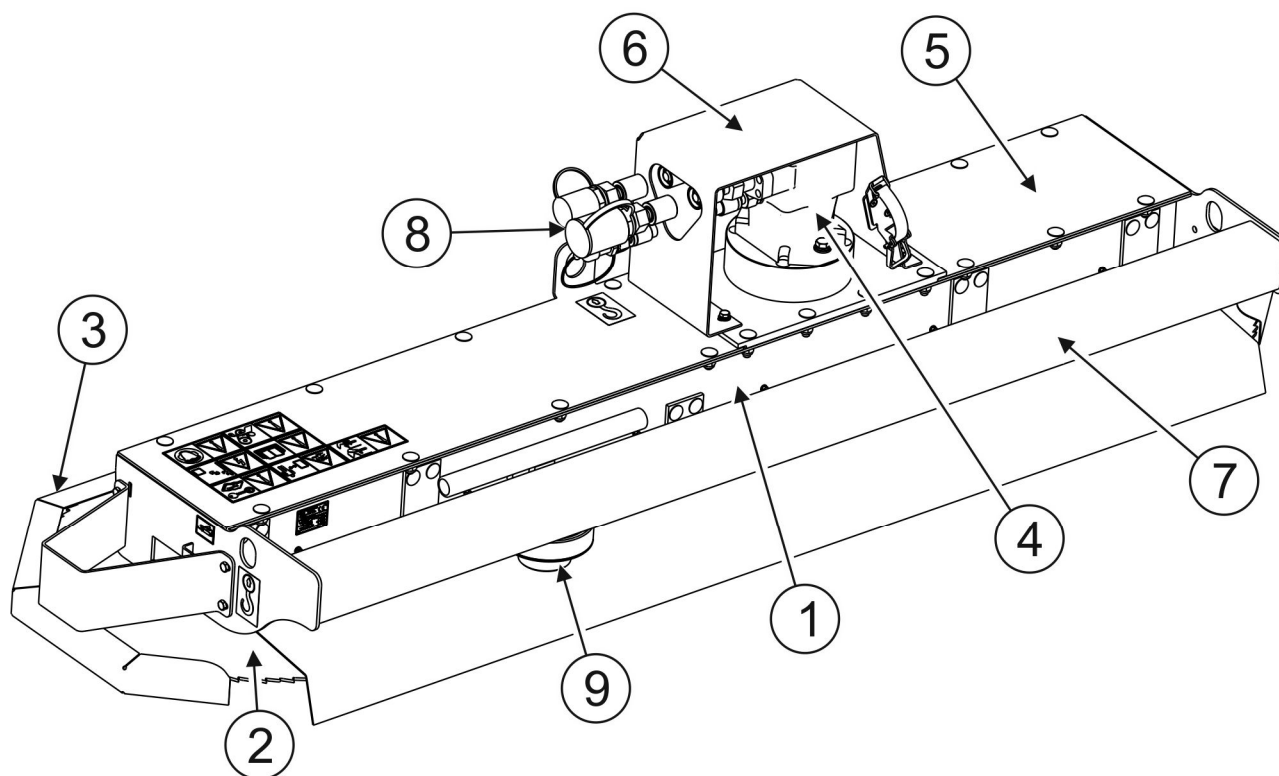

РИСУНОК 3.2 Загальна конструкція
(1)- корпус пилки для обрізання гілок; (2)- пилковий диск; (3)- транспортний кожух; (4)- гідромотор; (5)- кришка; (6)- кожух гідромотора; (7)- опорна балка; (8)- гідропроводи; (9) - набір спеціальних гайкових ключів.
Пила для обрізання гілок складається з корпусу (1) (РИСУНОК 3.2), на якому розташована опорна балка (7), що дозволяє з'єднати пилу для обрізання гілок з головкою багатофункційної стріли.